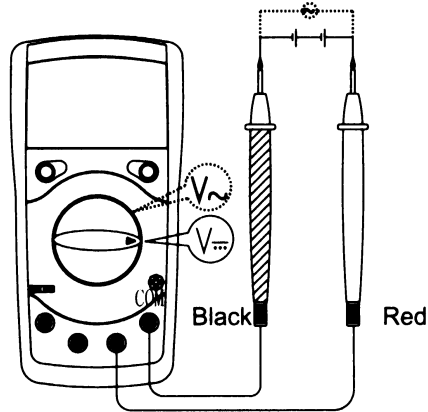

Рис. 3
**Измерение постоянного напряжения (рис.3)**
**Измерение переменного напряжения (рис.3 пунктирная линия)**